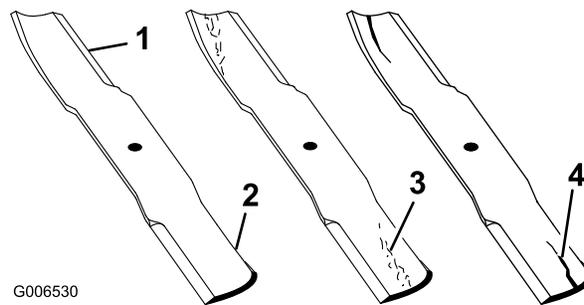

Figura 61
1. Inspeccione los filos de corte (Figura 61).
2. Inspeccione las cuchillas, especialmente la parte curva (Figura 61).
Nota: Si observa daños, desgaste o la formación de una ranura en esta zona (Figura 61, 3 y 4), instale inmediatamente una cuchilla nueva.